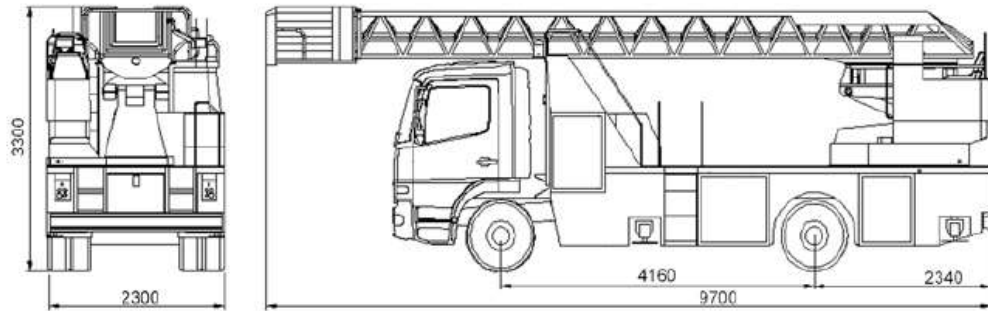

Figure 16 : Dimensions de l'auto-échelle DLA(K) 23-12
- hauteur : 3,30 mètres (cfr. Figure 16) ;